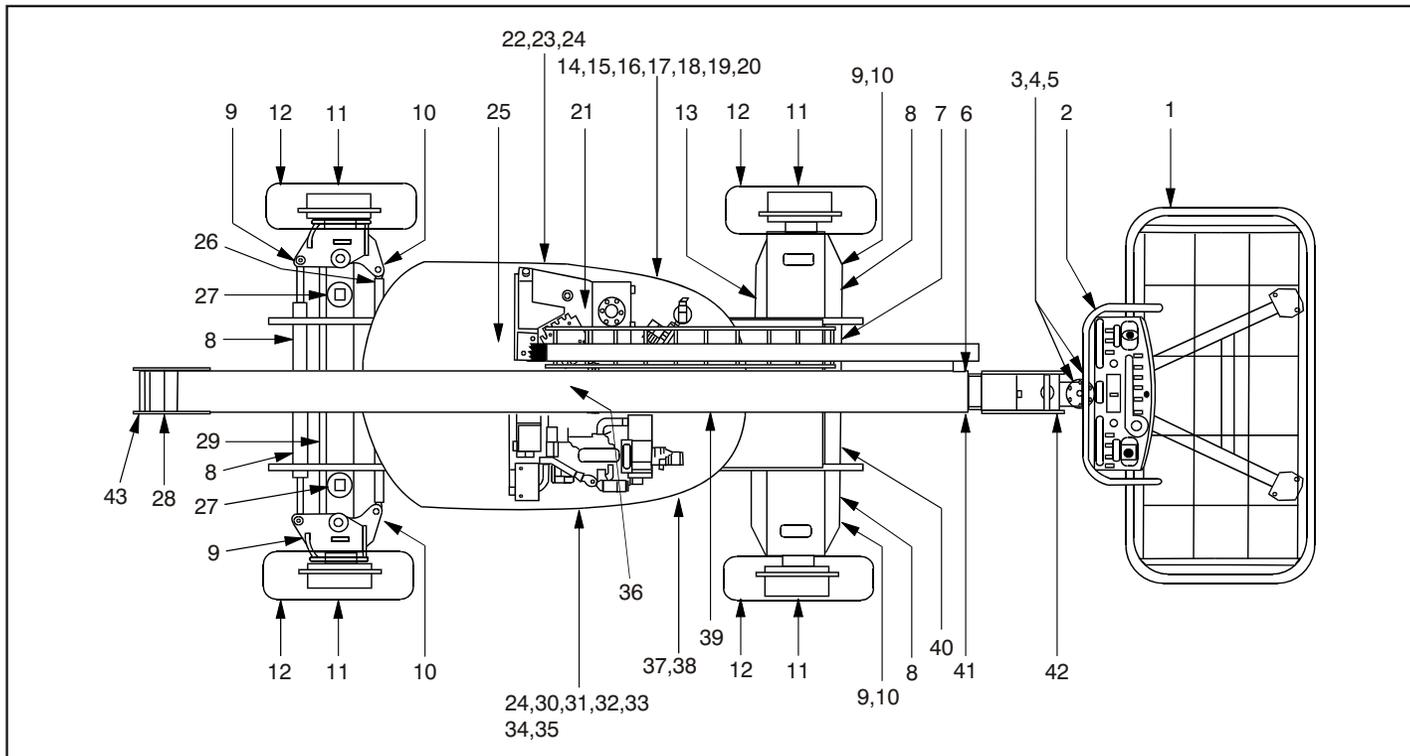

Figure 2-3. Ronde d'inspection quotidienne (Fiche 1 de 4)
5. **Ronde d'inspection** – Voir la Figure 2-3. et la Figure 2-4.